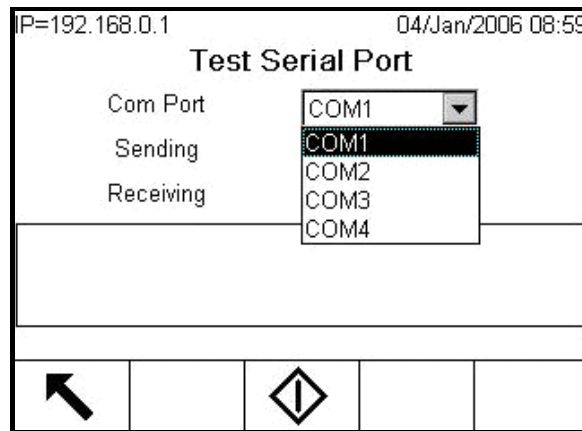

Figura 3-22: Schermata di configurazione del test seriale
- Serial Test (Test seriale): consente di effettuare il test di trasmissione e ricezione attraverso le porte seriali (COM). Selezionare la porta COM da provare utilizzando la casella di selezione per Com Port (Porta Com) (Figura 3-22). Solo le porte installate possono essere provate.